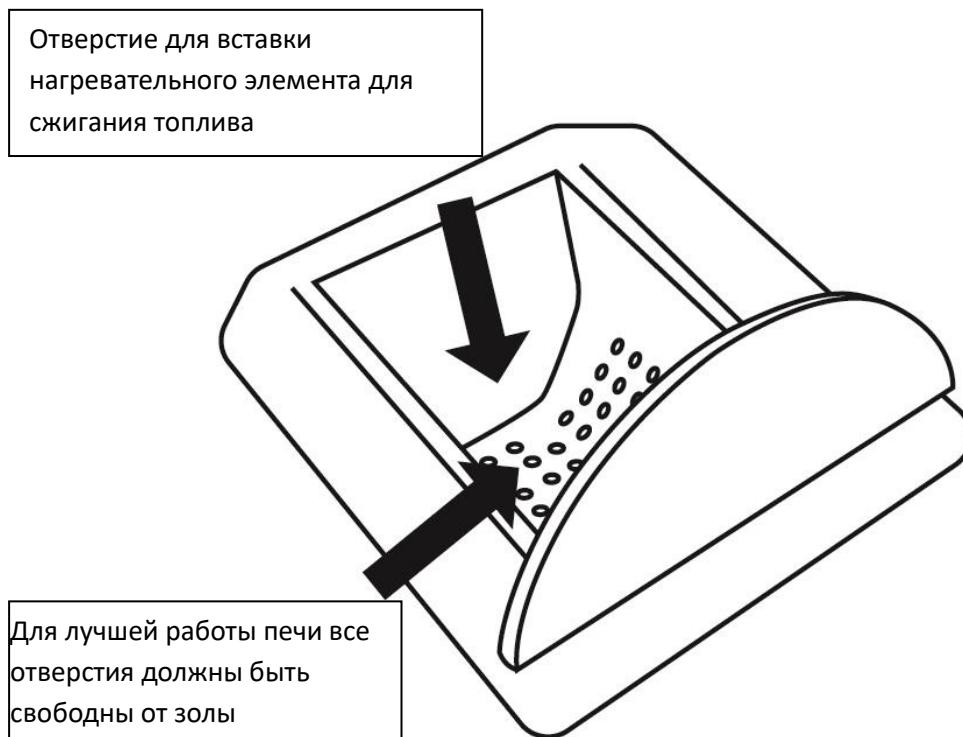

рис. 9
Удаляйте золу из камеры сгорания пылесосом не реже чем раз в десять дней или каждый раз после того, как заправленная гранулами ёмкость опускается (только после того, как котёл остынет) (рис. 9).
Раз в месяц снимайте переднюю дверцу в нижней части теплообменника, с правой стороны котла и прочищайте внутреннее пространство при помощи пылесоса (рис. 9). Всегда убеждайтесь
**Это ёмкость для сжигания гранул** (рис. 9). Мы рекомендуем проверять дно камеры сгорания и очищать его от золы при каждой чистке. Устанавливая ёмкость для сгорания обратно на место, убедитесь, что она установлена правильно: её необходимо задвинуть к задней стенке до упора. Только в этом случае Вы можете быть уверены, что котёл будет работать нормально.